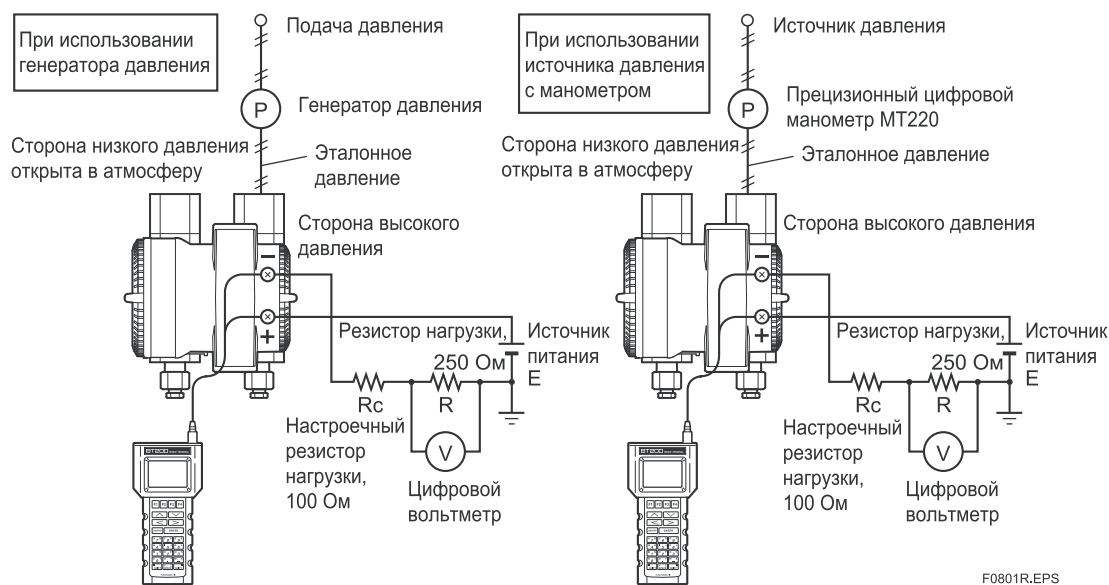

Рисунок 8.1 Схемы соединения прибора (EJA110A, выход 4-20 мА)
- 1) Соедините приборы так, как показано на Рис. 8.1, и прогрейте их в течение не менее 5 мин (десять минут для EJ□310□).